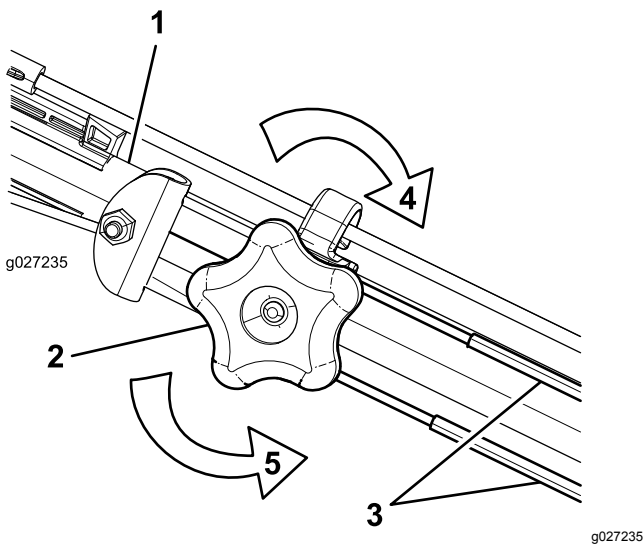

図 36
1. 調整ねじを左に回してケーブルの調整をゆるめる 図 36。
2. ケーブル **図 36** を押し引きして適当な位置に調整できたら、その位置に保持する。